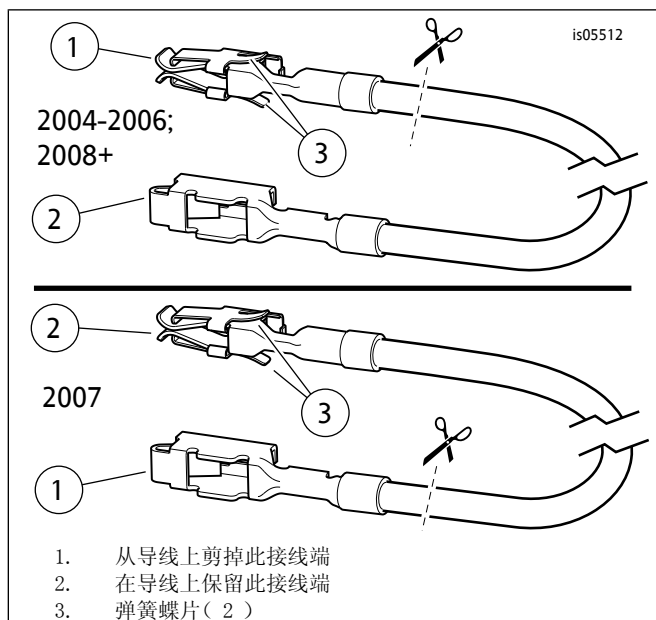

图4。保险丝盒适配线（FL旅行车型）
- a. 2004-2006年款车型：参见图4。(上部视图)。注意每一端的接线端。只有不带弹簧蝶片的接线端可安装到此保险丝空腔中。小心地从电线上剪掉带有弹簧蝶片的接线端并丢弃。
- b. 2007年款车型：参见图4。(下部视图)。注意每一端的接线端。只有带弹簧蝶片的接线端可安装到此保险丝空腔中。小心地从电线上剪掉不带弹簧蝶片的接线端并丢弃。
- c. 2008-2013年款车型：参见图4。(上部视图)。注意每一端的接线端。只有不带弹簧蝶片的接线端可安装到此保险丝空腔中。小心地从电线上剪掉带有弹簧蝶片的接线端并丢弃。